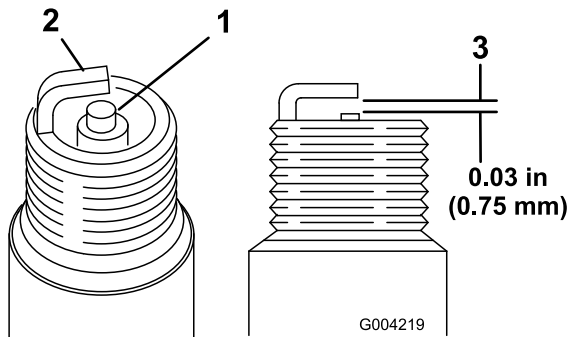

Figure 24
- Examinez le centre des bougies (Figure 24). Si le bec de l'isolateur est recouvert d'un léger dépôt gris ou brun, le moteur fonctionne correctement. S'il est couvert d'un dépôt noir, c'est généralement signe que le filtre à air est encrassé.
- Contrôlez l'écartement entre l'électrode centrale et l'électrode latérale (Figure 24).
- Courbez l'électrode latérale (Figure 24) si l'écartement est incorrect.